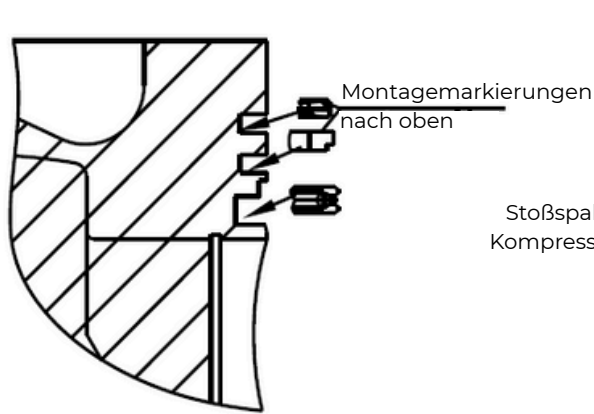

Abb. 4: Form der Kolbenringe
- Es wird empfohlen, die **Kolbenringe mit einem speziellen Spreizer-Werkzeug zu montieren**. Übermäßiges Aufbiegen ist zu vermeiden, um Bruch zu verhindern. Der Ring muss sich leicht im Ringkanal drehen lassen und selbstständig in der Ringnut auf der Auflagefläche sitzen. Die Einbuchtung des Kolbens sollte vor dem Einbau mit Schmieröl gefüllt werden. Zur Form und Öffnungsrichtung der Kolbenringe, **siehe Abbildung 4 und 5.**